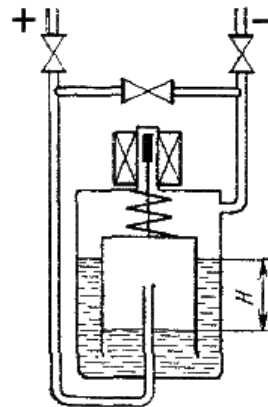

рис.1
2. В колокольном дифманометре (рис. 1) с тонкими стенками уравнивание колокола осуществляется за счет деформации пружины (выталкивающей силой жидкости можно пренебречь). Изменится ли коэффициент преобразования дифманометра, если утяжелить колокол при неизменной линейной характеристике пружины?